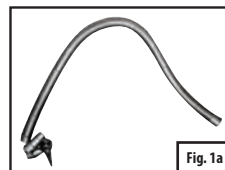

Abb. 1a - Niedrigdruckschlauch & Adapter
- Zur Pumpe gehören zwei Schläuche mit unterschiedlichen Ventiladaptern. Bitte machen Sie sich mit diesen Ventiladaptern vertraut, bevor Sie die Pumpe verwenden (siehe Abb. 1a, 1b & 2a, 2b unten).
- Wählen Sie den passenden Schlauch/Adapter für das Aufpumpventil an Ihrem Produkt (siehe Abb. 1a, 1b, 2a & 2b).